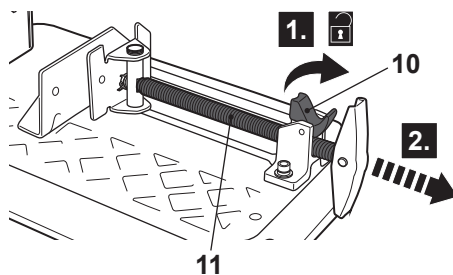

Fig. 7
- > Desacople a alavanca de desbloqueio (10) e puxe o torno de aperto (11) para fora (Fig. 7).